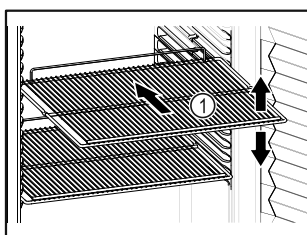

Fig. 48 Príklad zobrazenia
- ❑ Ak sa dajú odkladacie rošty Fig. 48 (1) premiestniť, prispôbte výšku.